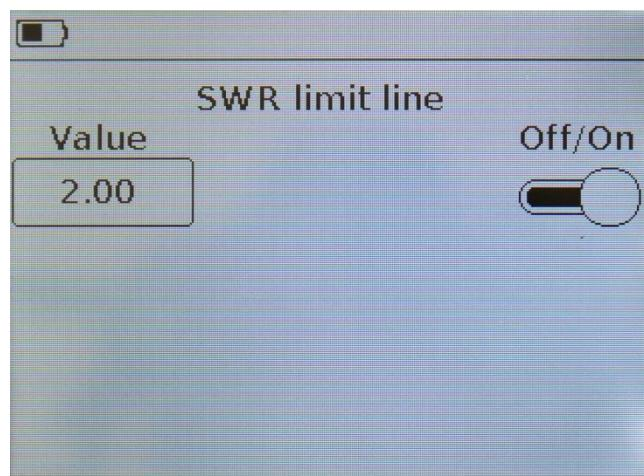

Рисунок 9.20 – Включение отображения линии KCB на графиках Smh, Pol и SWR
- Войдите в меню **Plots** как указано в п. 9.3. и, нажав на поле с обозначением графика **Smh**, **Pol** или **SWR** перейдите в меню настройки и отображения пороговой линии KCB (Рисунок 9.20).
- В режиме просмотра графиков **Smh**, **Pol** или **SWR** нажмите и удерживайте около двух секунд кнопку (14) «**PLOT**» и перейдите в меню настройки и отображения пороговой линии KCB (Рисунок 9.20).
9.8.3. Выключение и включение отображения линии KCB на графиках, производится перемещением слайдера в положение **Off/On** (Рисунок 9.20).